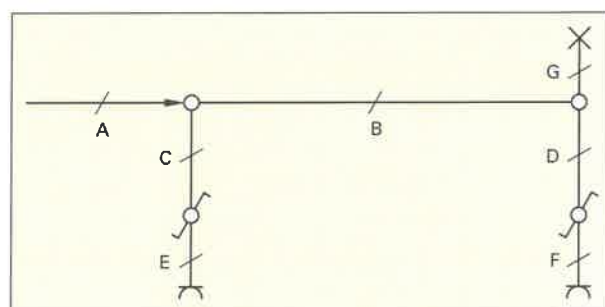

Bild 2: Übersichtsschaltplan einer Wechselschaltung
6. Tragen Sie in der Tabelle die Aderzahlen der Leitungsabschnitte A bis G (Bild 2) ein. Beachten Sie, dass die Schaltung a) als Wechselschaltung und b) als Sparwechselschaltung ausgeführt werden soll. Vergleichen Sie abschließend die Aderzahlen beider Schaltungen.